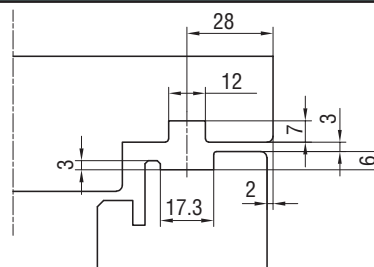

Fig. 2. forslag til profil
1. SIDEKARM OG SIDERAMME FORSYNES MED IPA SYSTEMSPOR, SE FIG. 2.